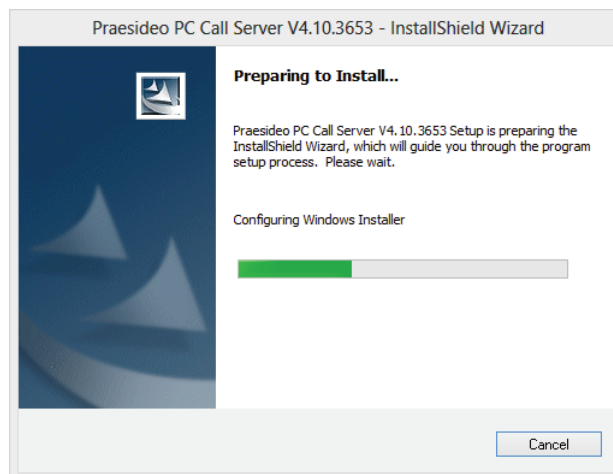

figura 60.1: Programa de instalación de PC Call Server
- 3 Haga clic en el botón *Open* para iniciar el programa de instalación de *PC Call Server*. Se mostrará una pantalla similar a la indicada en figura 60.1.
- 3 Haga clic en el botón *Open* para iniciar el programa de instalación de *PC Call Server Configuration Client*. Aparece una pantalla similar a la de figura 60.1, pero ahora para el *PC Call Server Configuration Client*.